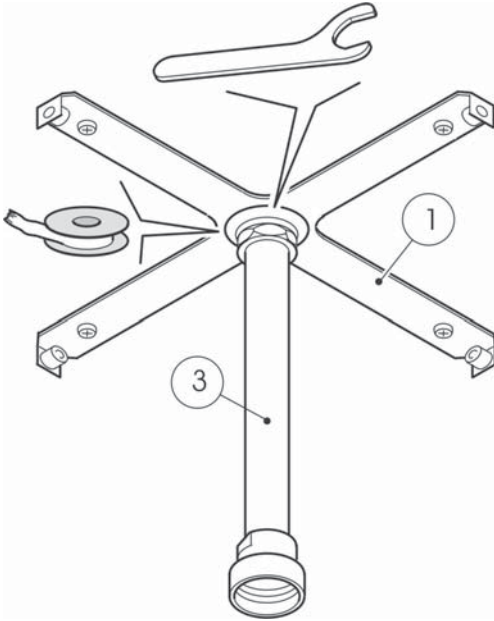

Fig. 5
4) Applicare del teflon all'estremità filettata del braccio doccia 3 dopodiché avvitarlo alla presa acqua fino al contatto tra il dado flangiato ed il supporto a soffitto (fig.5).
- 4) Apply Teflon to the threaded end of the shower arm 3 then screw it onto the water intake until the flanged nut comes into contact with the ceiling support (fig.5).
4) Ein Teflonband am Ende mit Gewinde des Duscharsms 3 anbringen und anschließend den Arm an den Wasseranschluss anschrauben, bis man einen Kontakt zwischen der Flanschschraubenmutter und der Deckenhalterung erhält (Abb. 5).
- 4) Appliquer du Téflon sur le filet du bras de douche (3) et le visser au manchon d'arrivée d'eau jusqu'à ce que l'écrou bridé arrive en butée sur le support au plafond (fig. 5).